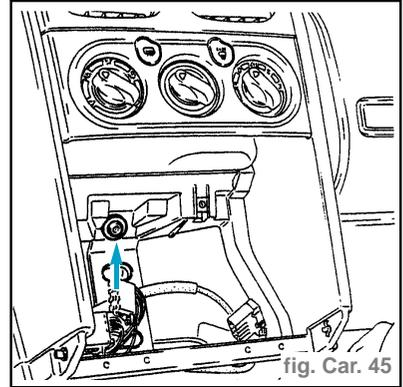

fig. Car. 45
- Déposer les fixations centrales sous le boîtier de chauffage (fig. Car. 45)